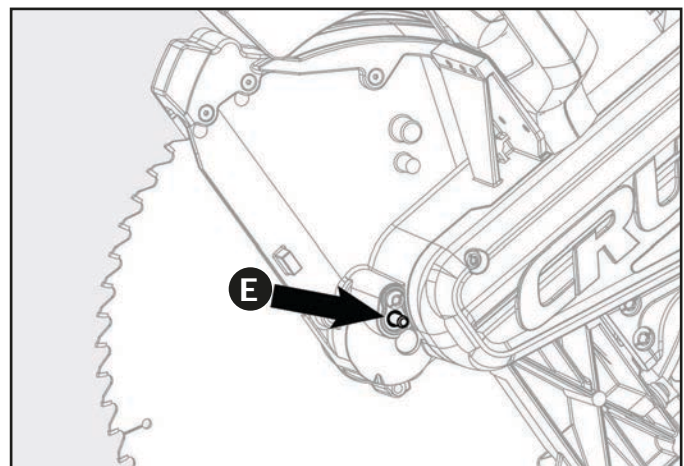

Figure 12
7. Appuyez sur le bouton de verrouillage à broche (E). Voir figure 12.
9. Alignez les parties plates du double « D » de la rondelle de lame avec (F) les parties plates de la broche et installez la rondelle sur la broche.
10. Verrouillez la broche en appuyant sur le bouton de verrouillage de la broche. Vissez le boulon de la lame (D), sans oublier de l'enfiler dans le sens antihoraire. Fixez le boulon de la lame à l'aide de la clé pour lame fournie.